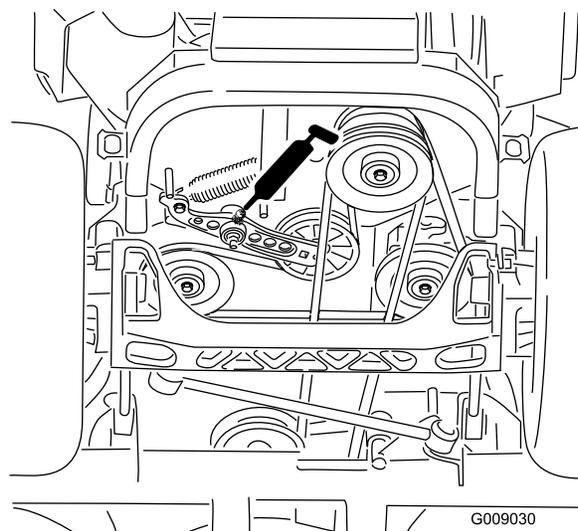

**Figure 54**
5. Graissez le pivot de la poulie de tension du plateau de coupe jusqu'à ce que la graisse ressorte par le bas (Figure 53 ou Figure 54).